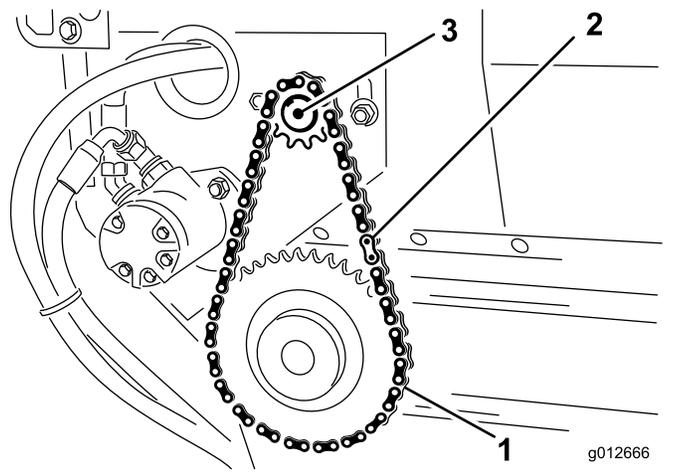

Рисунок 33
1. Наденьте цепь на малую звездочку и закрепите цепь замыкающим звеном (Рисунок 33).